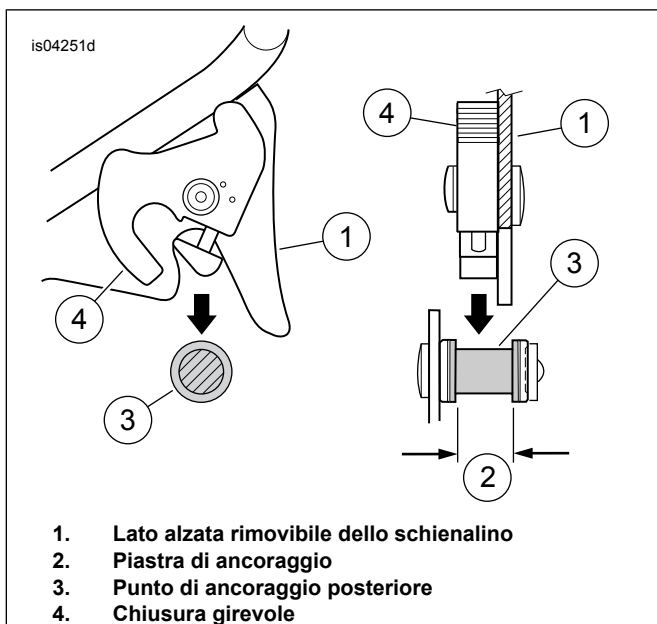
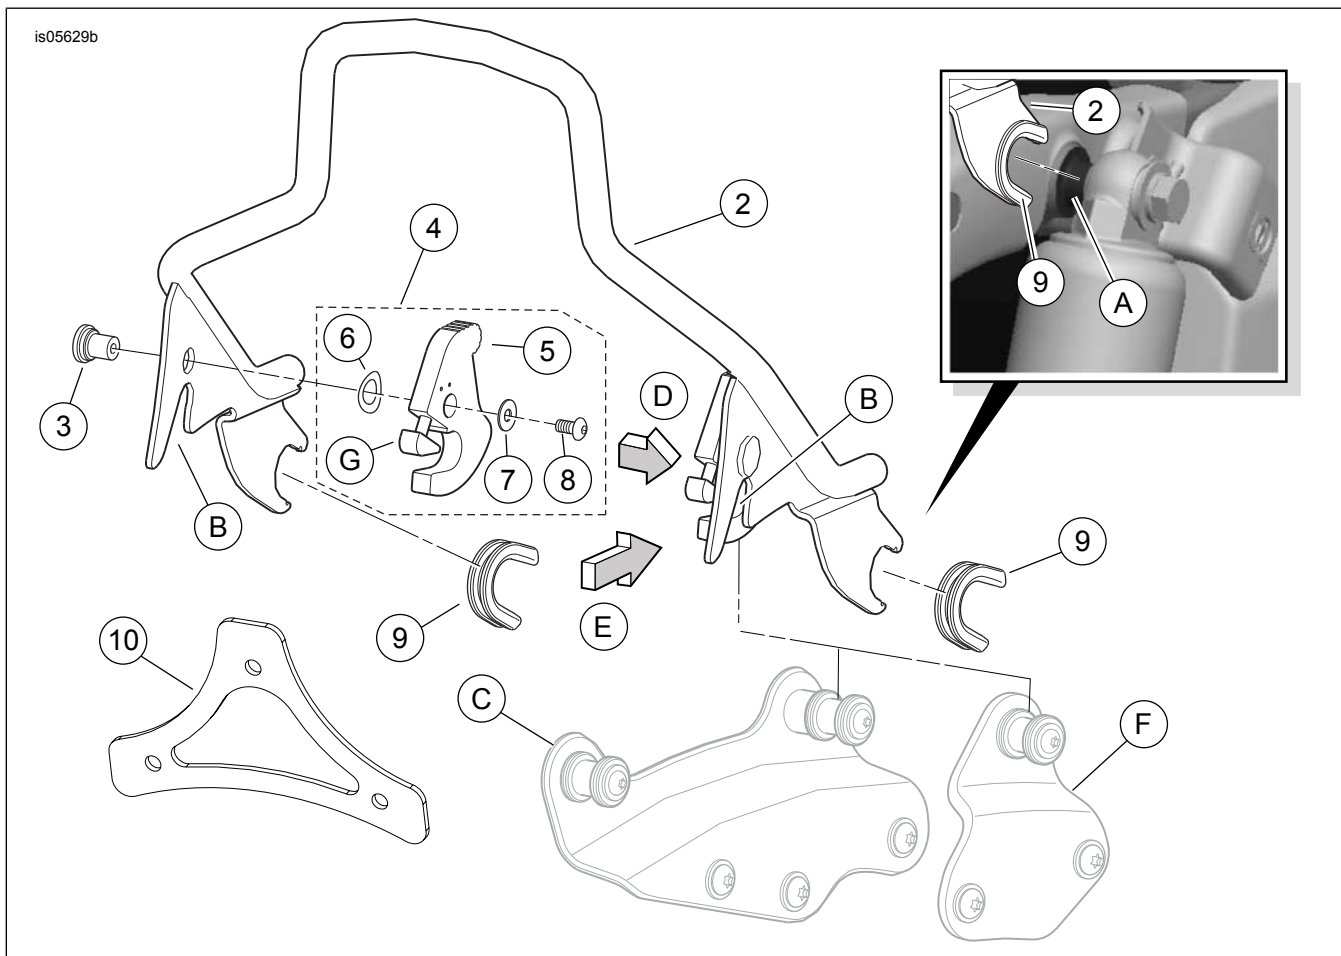

Figura 1. Allineamento corretto della chiusura sul punto di ancoraggio posteriore, visto in direzione delle frecce (D) e (E)
Figura 3. Parti di ricambio: Alzata schienalino H-D Detachables per modelli Touring
Vedere Figura 3 e Tabella 1.
2. Vedere Figura 3. Posizionarsi dietro la motocicletta. Collocare le tacche anteriori sinistra e destra dell'alzata (con boccole installate) sui punti di ancoraggio (A) entrobordo rispetto agli attacchi superiori degli ammortizzatori. Verificare che le boccole della tacca (9) siano inserite completamente nei punti di ancoraggio degli ammortizzatori.
3. Vedere Figura 3, frecce (D) e (E), e Figura 1. Posizionare le chiusure girevoli (4) sui punti di ancoraggio posteriori (3). Controllare che i lati dell'alzata (1) e le chiusure si insedino nel collo dei punti di ancoraggio posteriori, come illustrato. Può essere necessario stringere o allargare leggermente i lati dell'alzata dello schienalino.
** Dopo aver installato l'alzata dello schienalino, verificare che lo schienalino sia ben fisso. I punti di ancoraggio anteriori e posteriori devono essere completamente inseriti. Vedere Figura 1 per l'inserimento corretto.*
5. Per rimuovere l'alzata dello schienalino, premere il pulsante di rilascio (G) su ciascun lato. Tirare indietro le leve di chiusura. Sollevare con cautela la parte posteriore dell'alzata. Staccare l'alzata dai punti di ancoraggio anteriori.
D	Al lato destro del veicolo (vedere la direzione per la Figura 1)
E	Alla parte anteriore del veicolo (vedere la direzione per la Figura 1)